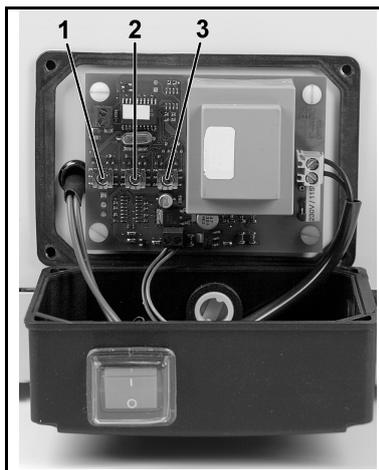

Fig. 5 : Boîtier de commande du système de séchage (ouvert) avec les interrupteurs 1, 2, 3.
3. Sur le boîtier de commande, desserrer l'écrou-raccord du presse-étoupe, puis avec un tournevis plat desserrer les quatre vis du boîtier de commande, incliner le couvercle vers l'avant et le déposer (voir fig. 5).
4. Régler les valeurs souhaitées sur les interrupteurs **1, 2, 3** (voir fig. 5). Référez-vous au tableau 8 pour des explications sur les interrupteurs ainsi que pour les valeurs réglables.